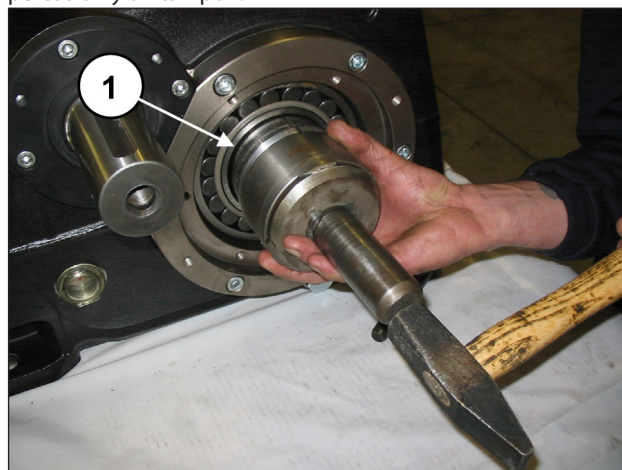
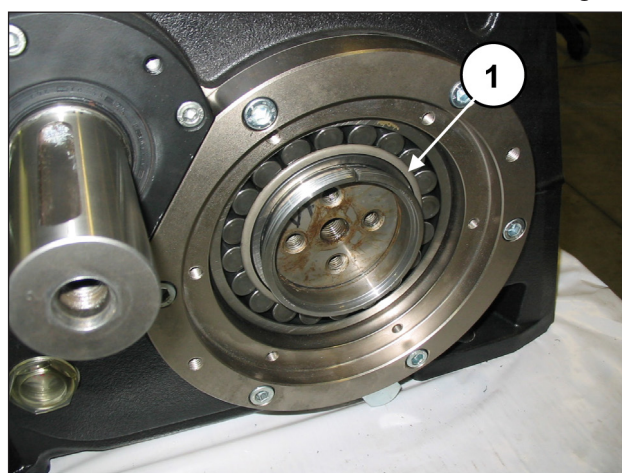

Fig. 76
Fig. 77
Introducir a fondo el casquillo de presión en el eje acodado (pos. ①, Fig. 76 y Fig. 77) utilizando una herramienta de percusión y un tampón.